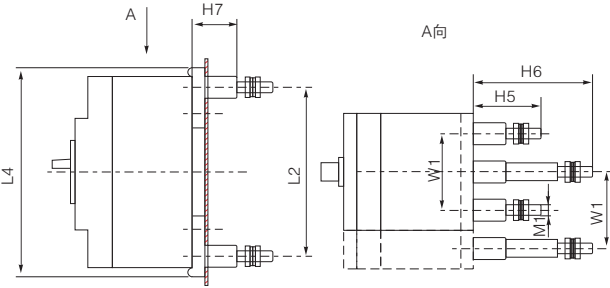
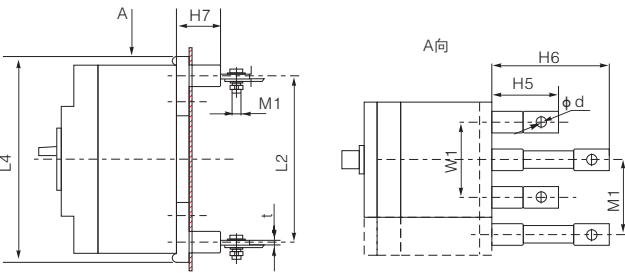

图4 CFM1E-225、250固定式板后接线
图5 CFM1E-400、800固定式板后接线
- 2) 板后接线外形尺寸见图4，见图5
• 固定式板后接线安装尺寸见图4、表14